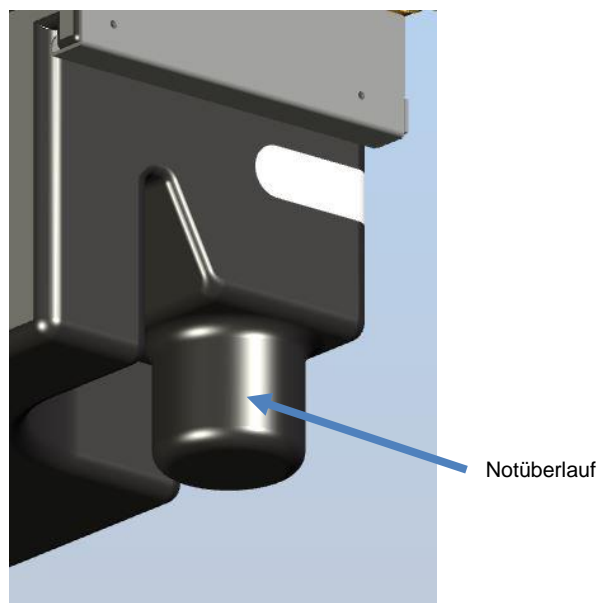

Abbildung 9: Anschluss Notüberlauf
- Das DN 70 Ablaufrohr des Gerätes (siehe Abbildung 9) über eine freie Fallstrecke von mindestens 50 mm und einem nachgeschalteten DN70-Trichter in Kanal oder Hebeanlage einleiten.